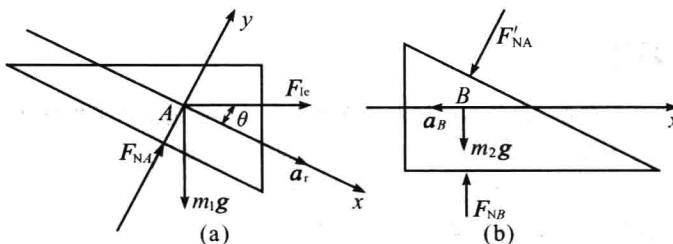

图 1-4
**1-2** 三棱柱 A 沿三棱柱 B 的光滑斜面滑动, 如图 1-4 所示。三棱柱 A 和三棱柱 B 的质量分别为  $m_1$  与  $m_2$ , 三棱柱 B 的斜面与水平面成  $\theta$  角, 如开始时物系静止, 求运动时三棱柱 B 的加速度。摩擦略去不计。